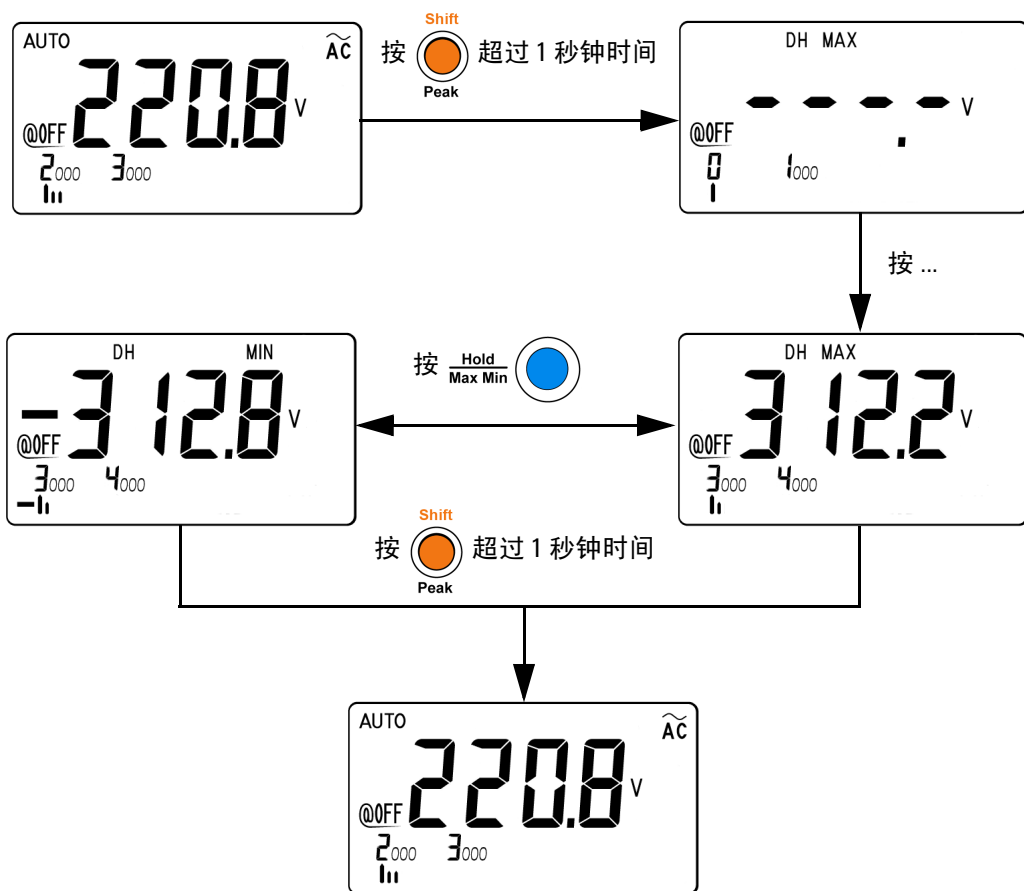

图 3-4 1 ms 峰值保持模式操作
- 4 在第 42 页上的图 3-4 中所示的测量示例中，波峰因数将为 $312.2/220.8 = 1.414$ 。